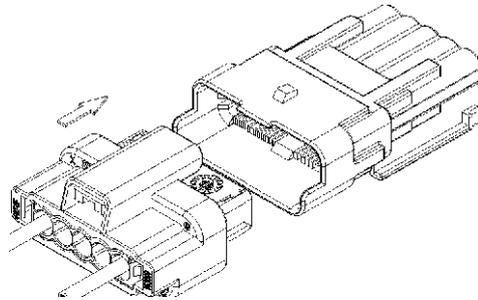

Figure 9
2. Insérer le connecteur dans la contrepartie (translation, en poussant sur les boîtiers et non sur les fils, voir figure 9).
2. Insert the connector into the counterpart (translation, pushing on the housings and not on the wires, see figure 9). The mating is effective when the locking lugs are active